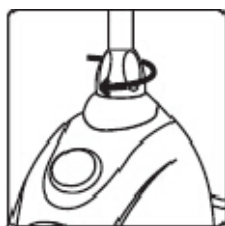

fig.5
3. Insérez la tige en haut de la base et tournez la vis de fixation tige au maximum, afin que la tige soit fermement fixée à la base. (fig.5)